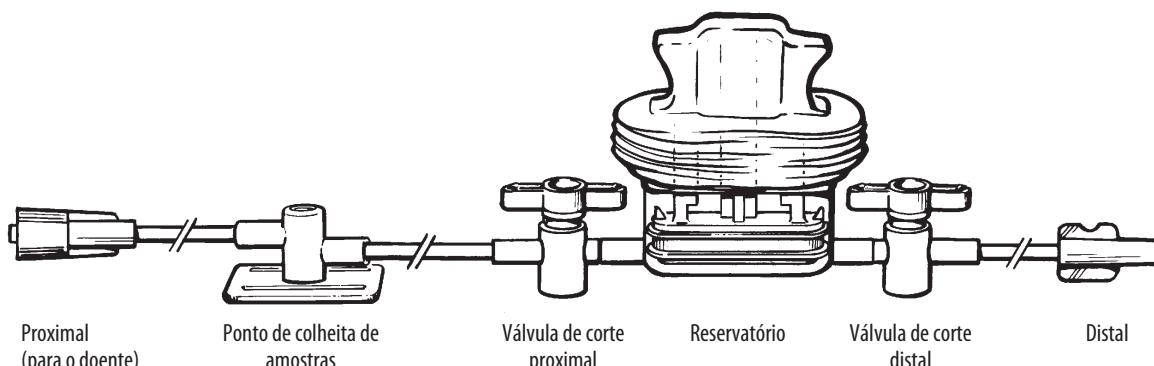

Figura 1
- Ligue a extremidade proximal do kit de forma segura com o conector luer-lock macho ao cateter pré-cheio (Figura 1).